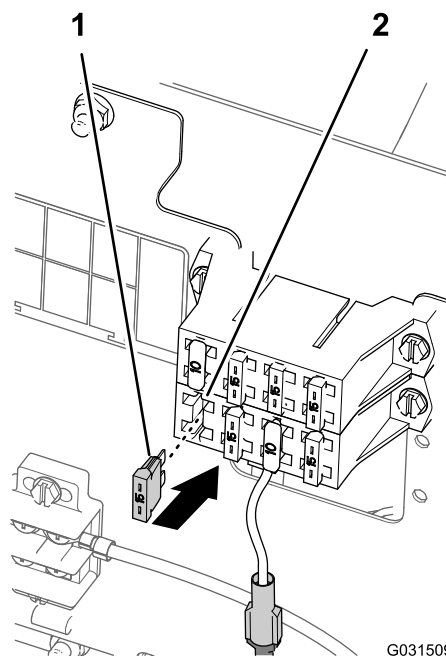

Figura 206
- Per una macchina con connettore con attacco a spina piatta nel portafusibili della macchina, installate un fusibile da 15 A nel portafusibili (Figura 206).